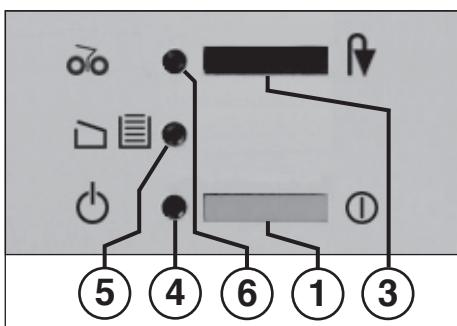

Fig. 1
**1 = Pulsante (Fig. 1)**
**3 = Pulsante (fig. 1)**
**4 = Spia di controllo (Fig. 1)**
**5 = Spia di controllo (Fig. 1)**
**6 = Spia di controllo (Fig. 1)**
- Inserire la macchina tramite il pulsante (1) (fig. 1). La spia di controllo (4) (Fig. 1) si accende.
Se il contenitore di raccolta è pieno, la macchina si spegne. La spia di controllo „Contenitore colmo“ / „Portello aperto“ (5) (fig. 1) **lampeggia**. Contemporaneamente, a dimostrazione che la taglierina è ferma, lampeggia la spia di controllo „Inceppamento“ / „Stop“ (6).
- Infilare nella macchina il telaio scorrevole con il sacco di raccolta e chiudere lo sportello. La spia di controllo (5) (Fig. 1) si spegne.
- Premere brevemente il pulsante „Indietro“ / „Stop“ (3). La taglierina trincia ciò che rimane nel vano di alimentazione e si disattiva. La spia di controllo (6) si spegne. Si può ora proseguire con l'ulteriore trinciatura.
- La spia di controllo (6) (Fig. 1) si accende.
- Premere a lungo il pulsante „Indietro“ / „Stop“ (3) e, contemporaneamente, prendere dalla macchina la carta restituita.
- Dopo il ritiro la taglierina si sposta automaticamente in avanti, trincia ciò che rimane nel vano di alimentazione e si disattiva. La spia di controllo (6) (fig. 1) si spegne.
- Nota:** se non è possibile il ritiro dovrà essere nuovamente premuto brevemente il pulsante „Indietro“ / „Stop“ (3). La taglierina ripeterà automaticamente la procedura prima descritta per le volte necessarie a far passare la carta rimanente nella taglierina.
Sollecitando il motore oltre i limiti avviene il blocco. Disinserire la macchina tramite il pulsante (1) (Fig. 1).